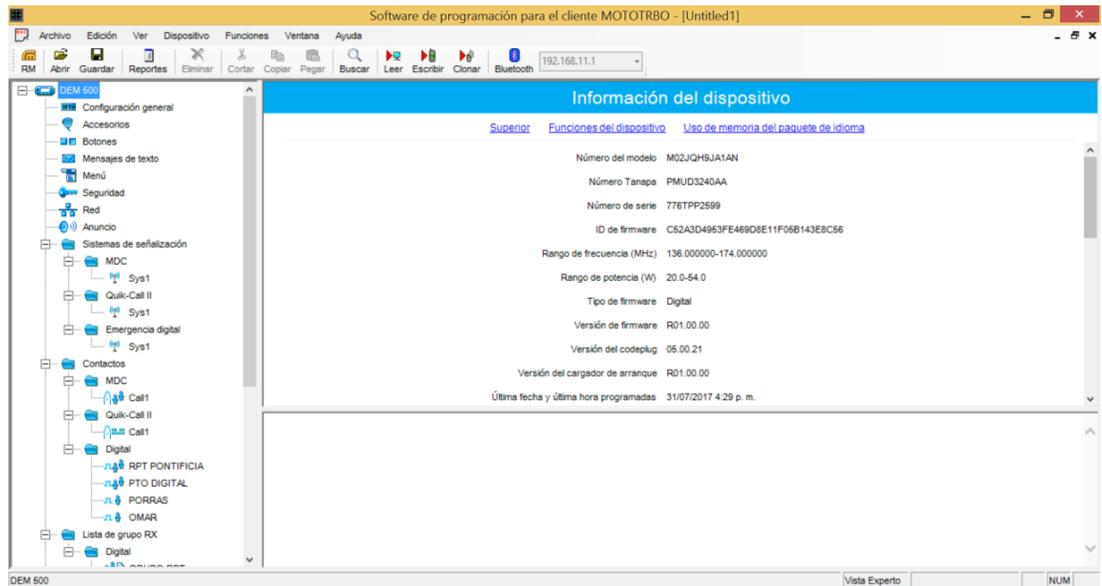

Ilustración 114. Ventana de inicio MOTOTRBO CPS.
- Deberá aparecer una ventana como se muestra en la ilustración 114 donde aparece un menú de carpetas que tiene el radio entre ellas el modelo del mismo y todas sus características.